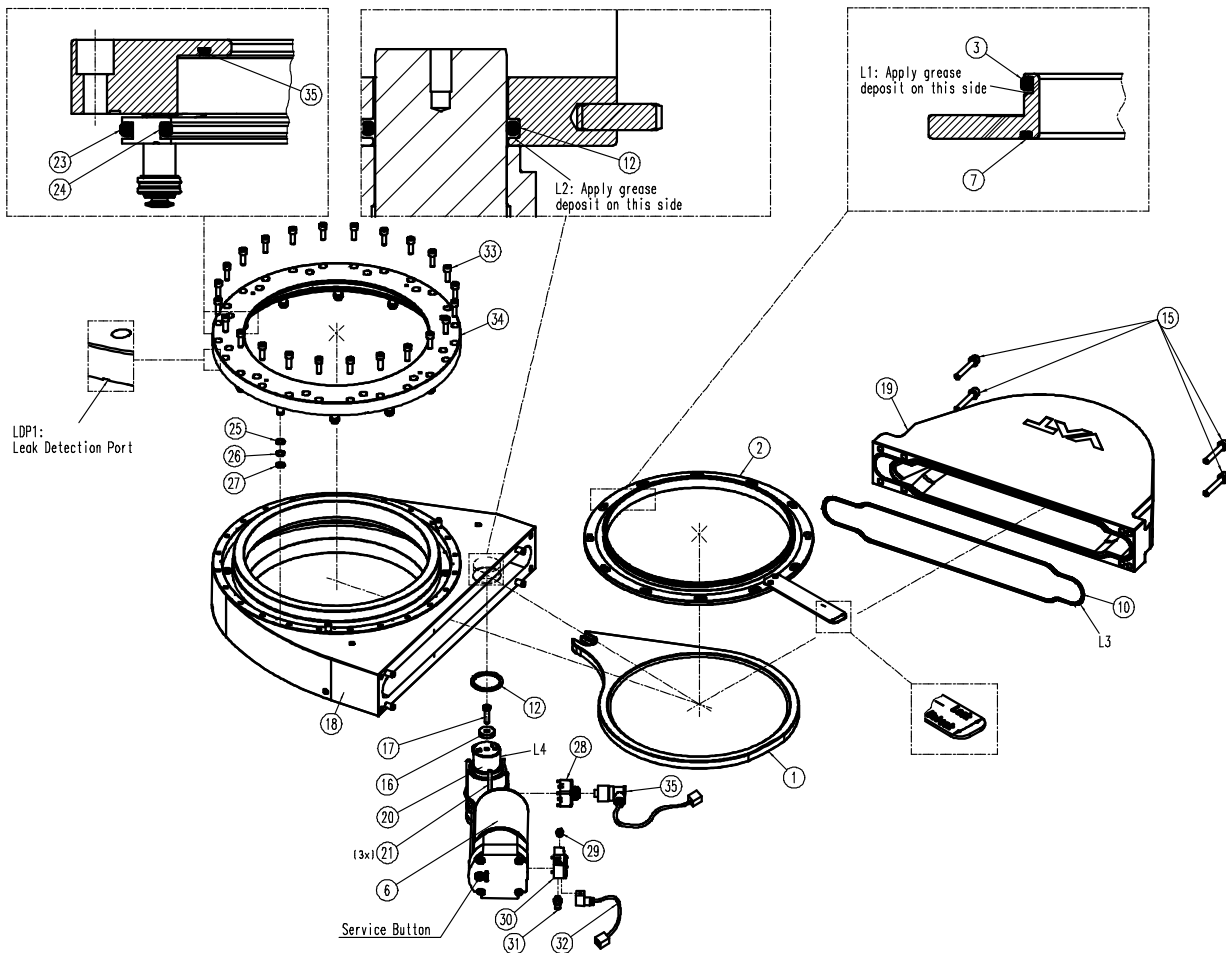

Abbildung 12-1
7. Sicherungsschraube (17) des Schiebers entfernen.
8. Schieber (1) von der Antriebswelle (20) abziehen.
9. Schieber (1) auf einer sauberen Fläche ablegen.
Während dieses Schritts die Servicetaste betätigen (siehe «Abbildung 12-1» auf Seite 30) und den Dichtungsring (2) durch Bewegen/Drehen in die Entriegelungsstellung bringen.
10. Dichtungsring (2) vom Ventilkörper (18) entfernen.
11. Dichtungsring (2) auf einer sauberen Fläche ablegen.
12. Schieberdichtung (7) und dynamische Dichtung (3) vom Dichtungsring (2) entfernen; O-Ring-Abzieher verwenden.
13. Dichtungsring (2), dynamische Dichtung (3) und Schieberdichtung (7) reinigen; Reinraumwisch Tuch verwenden.
14. Schieberdichtung (7) und/oder dynamische Dichtung (3) des Dichtungsring (2) bei Bedarf ersetzen.
15. Die dynamische Dichtung (3) gleichmässig mit der Menge an Fett schmieren, die im Kapitel «6.2 Schmiervorgaben» für Schmierstelle L1 angegeben ist.
16. Die dynamische Dichtung (3) auf dem Dichtungsring (2) montieren.
17. Die Schieberdichtung (7) im Dichtungsring (2) montieren.
18. Schieber (1), insbesondere die Dichtungsflächen des Schiebers, reinigen; Reinraumwischtuch verwenden.
19. Ventilkörper (18) und insbesondere die Dichtungsflächen der dynamischen Dichtung (3) des Ventilkörpers (18) reinigen; Reinraumwischtuch verwenden.
20. Dichtungsring (2) in den Ventilkörper (18) einsetzen.
Während dieses Schritts die Servicetaste betätigen (siehe «Abbildung 12-1» auf Seite 30) und den Dichtungsring (2) durch Bewegen/Drehen in die Verriegelungsstellung bringen.
21. Schieber (1) auf der Antriebswelle (20) unter dem Positionierstück (16) suchen..
22. Schieber (1) in Richtung Antriebsachse bis zum Endanschlag schieben.
23. Sicherungsschraube des Schiebers (17) entsprechend dem Schraubentyp befestigen.